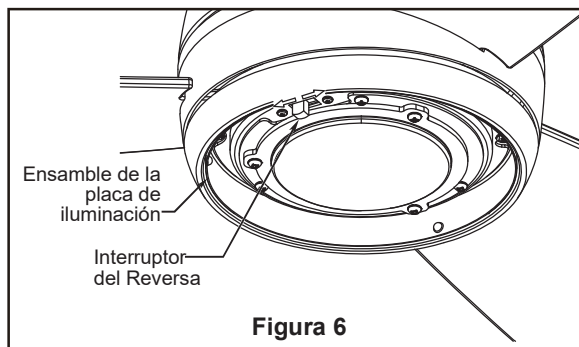

Figura 6
6. Extraiga los tres tornillos del Unidad de placa LED superior y Guárdelos para después. (Figura 6)
6. Si desea que el flujo de aire se desplace en la dirección opuesta, apague el ventilador y espere a que. Extraiga el vidrio o tapón de plástico desde el ensamble de la placa de iluminación. Luego deslice el conmutador inversor dentro de la placa de iluminación a la posición contraria y vuelva a encender el ventilador. (Figura 6)